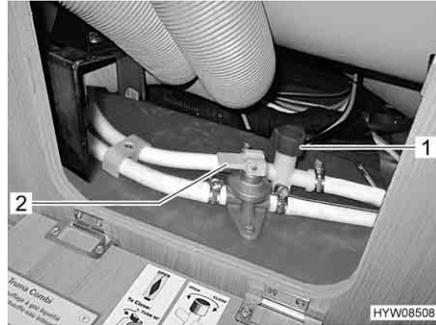

Fig. 126 Rubinetti di scarico
- Chiudere i rubinetti di scarico. Ruotare i coperchi (Fig. 126,1) in senso orario e posizionare la leva a bilanciere (Fig. 126,2) in posizione orizzontale.
- Aprire il rubinetto di scarico (Fig. 126). A questo scopo posizionare verticalmente la leva a bilanciere (Fig. 126,2).